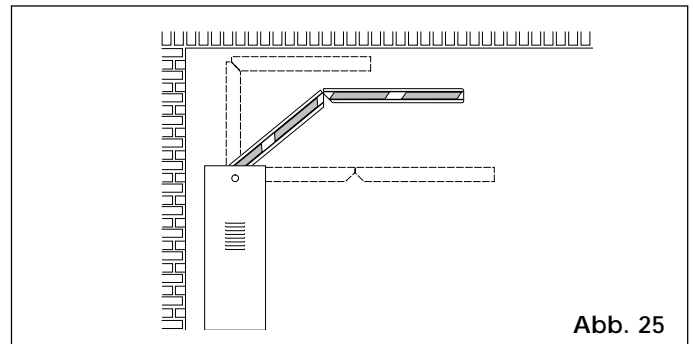

Abb. 25
**BAUSATZ KNICKBALKEN (Abb. 25 nur Mod. 620)**